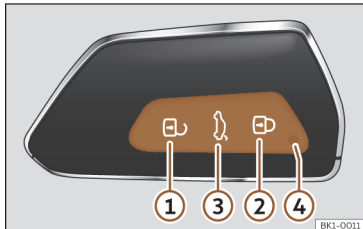

Fig. 67 Chave do veículo.
Quando se pressiona brevemente um botão na chave do veículo, a luz de controlo pisca ④ >>> Fig. 67 (seta) uma vez brevemente, mas se se pressionar durante um tempo prolongado, piscará várias vezes, por exemplo, na abertura de conforto.